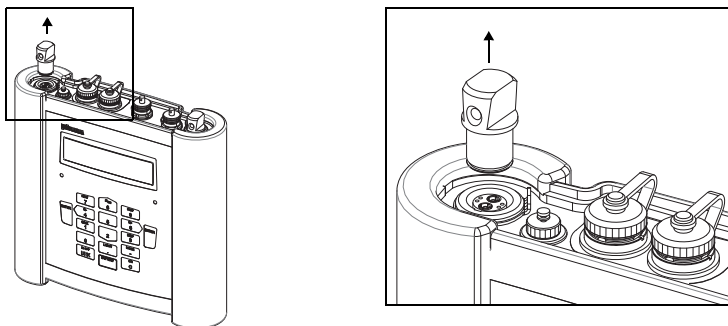

Abb. 7.6: Entfernen des Blindstopfens (FLUXUS F608**-A2)
- Ziehen Sie den Blindstopfen heraus (siehe Abb. 7.6).